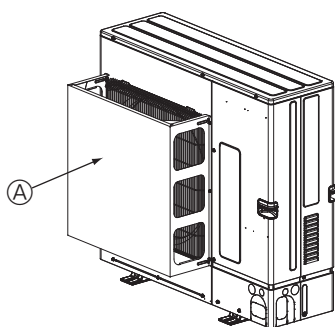

Fig. 2-5
- ② Установіть додатковий захисний повітропровід, якщо блок встановлено в місці, де сильні вітри (які виникли внаслідок тайфунів тощо) можуть перешкоджати циркуляції повітря через відповідний отвір. (Fig. 2-5)